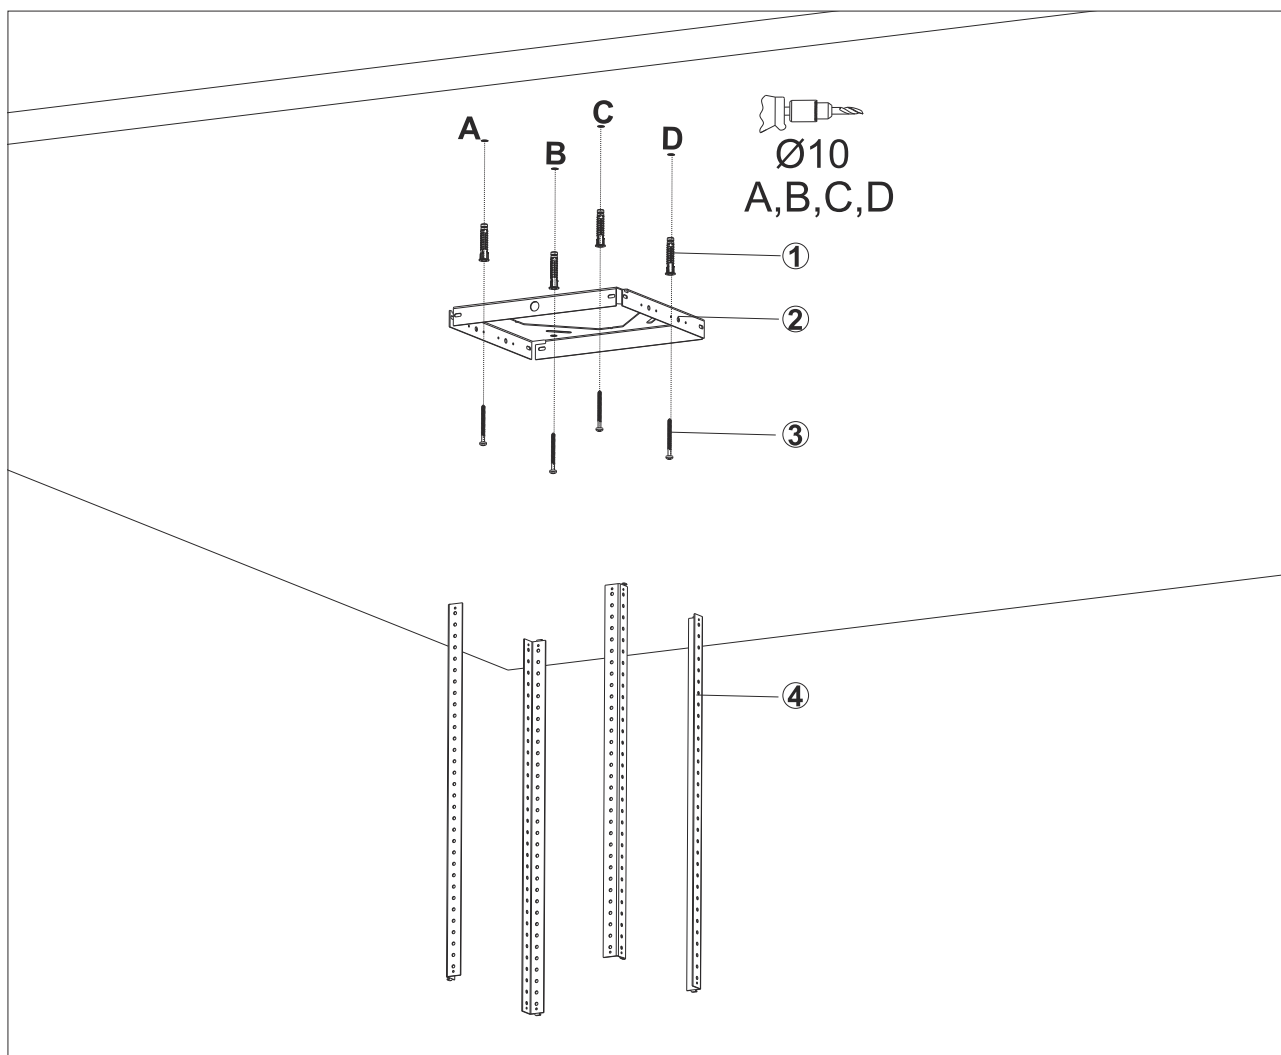

Fig. 10
1. ➡ Forare la superficie nel punto in cui verrà installato il prodotto dai punti A, B, C, D con una punta con Ø10 mm (Fig. 10).
2. ➡ Inserire perni in plastica, Ø10 mm (1) nei punti in cui sono stati eseguiti fori col trapano A,B,C,D (Fig. 10).
3. ➡ Installare la piastra di collegamento a soffitto al soffitto nei punti A,B,C,D con viti 5.5x60 (3) (Fig. 10).